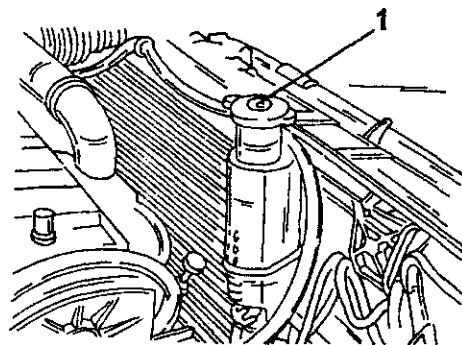

Рис. 157. Уровень охлаждающей жидкости виден на расширительном бачке. Крышку (1) открывать только на холодном двигателе.
- Выключить двигатель и выждать около 10 минут. Проверить уровень охлаждающей жидкости в расширительном бачке и навернуть пробку на бачок (Рис. 157). Уровень жидкости в расширительном бачке должен доходить до отметки "Max". В противном случае долить охлаждающую жидкость.